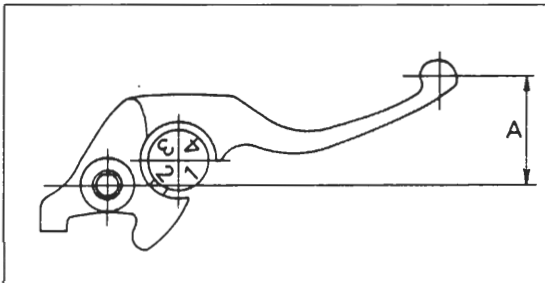

Bild 53
- Ab Baujahr 1989 besteht die Möglichkeit, die Bremshebellage der individuellen Fingerlänge anzupassen (Bild 53; Stellung 1: längster Hebelabstand; Stellung 4: kürzester Hebelabstand).